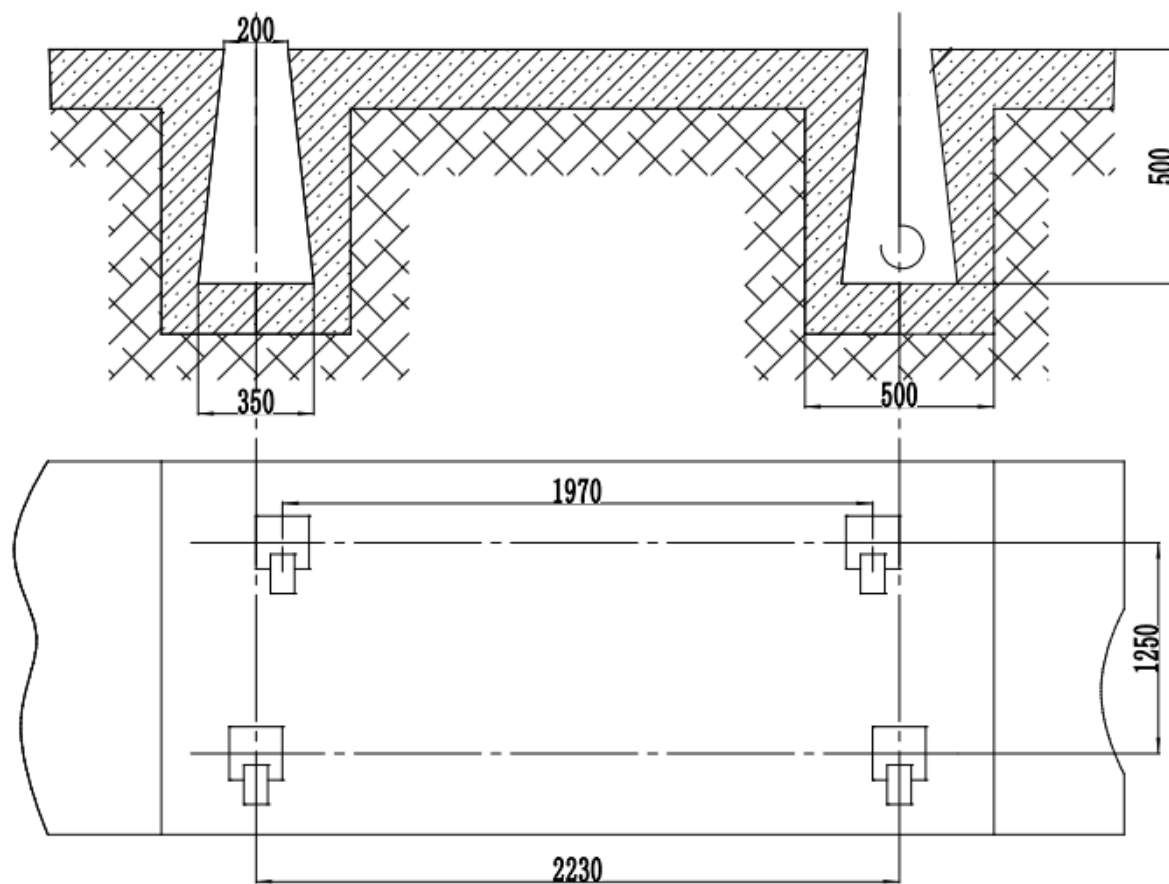

Рис. 7 Схема фундамента
7.4.1. Станок устанавливается на ровную жесткую поверхность достаточной несущей способности. Необходимо выдержать расстояние до стен не менее 1 м для обеспечения зоны сервисного обслуживания. Если поверхность не отвечает данным требованиям, следует залить армированное (железобетонное) основание в соответствии с чертежами, приведенными в настоящем руководстве по эксплуатации. См. Рис. 7 Глубина фундамента площадки зависит от индивидуальных условий помещения, но обычно она составляет не менее чем 600 мм. Изготовление площадки состоит из двух этапов – создание самого фундамента, т.е. заливка его бетоном и выравнивание площадки. По прошествии 10-15 дней после выполнения первого этапа, выполните выравнивание площадки, отштукатурив её цементной смесью и замерьте уровнем степень погрешности, которая должна быть не более чем 0,2/1000 мм.
7.4.2. Схема фундамента станка представлена Рис. 7